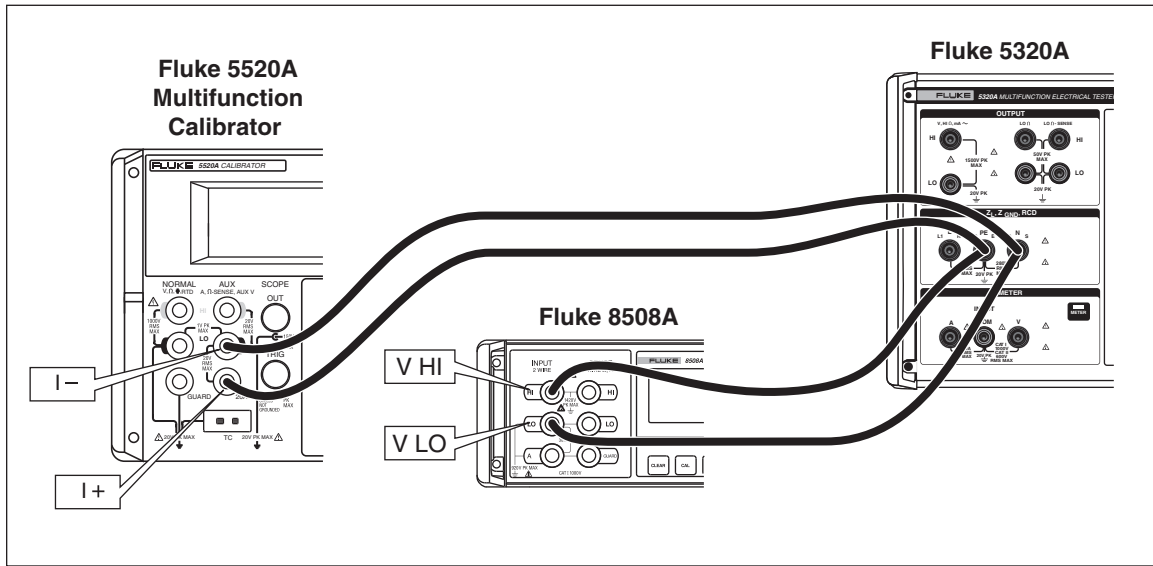

图6-5.高电流连接电阻连接
1. 将本校准器连接到万用表和多功能校准器，如图6-5中所示。